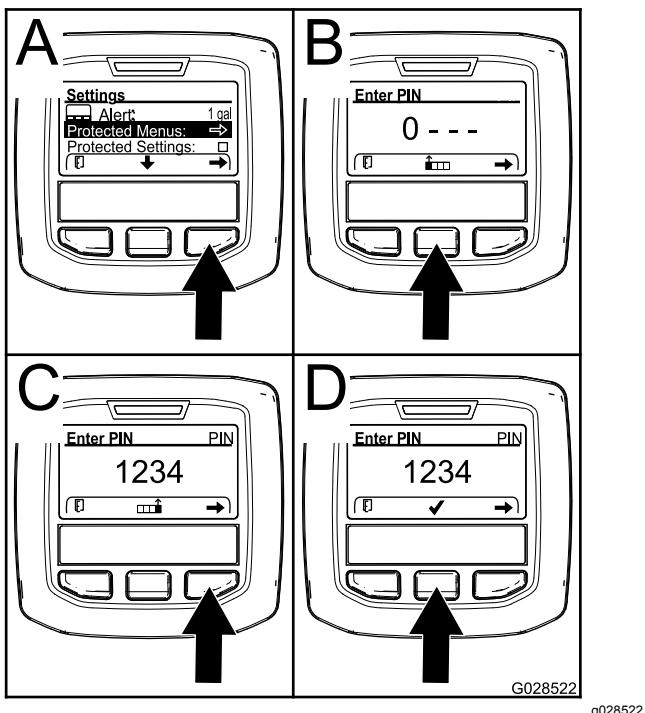

Figura 29
- No menu de DEFINIÇÕES, utilize o botão central para ir até ao menu PROTEGIDO e prima o botão direito (Figura 29).